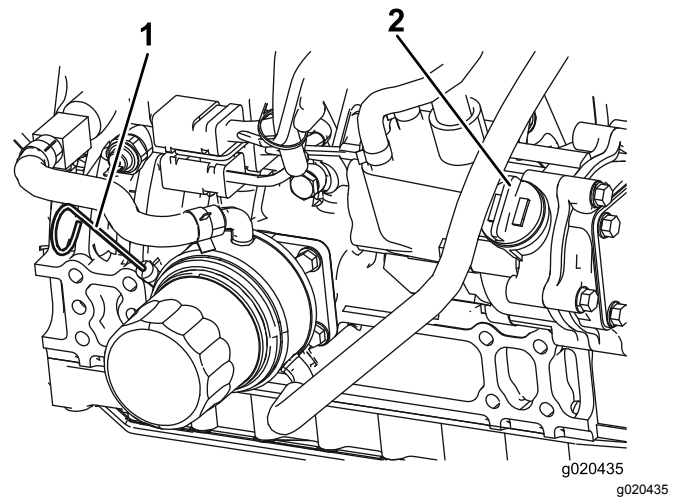

Figura 51
2. Retire la varilla, límpiela, vuelva a colocarla en el tubo y retírela de nuevo. El nivel de aceite debe estar entre las marcas de lleno y agregar (Figura 51).